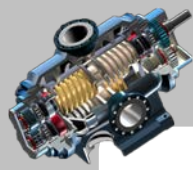
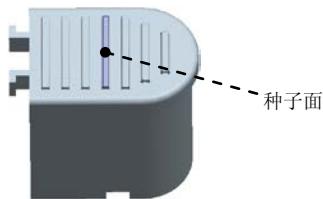

图 9.8 创建复制曲面
图 9.9 定义种子面
Step4. 通过曲面“复制”的方法，复制参考模型的上表面，如图 9.8 所示。
(1) 采用“种子面与边界面”的方法选取所需要的曲面。用户分别选取种子面和边界面后，系统则会自动选取从种子曲面开始向四周延伸直到边界曲面的所有曲面（其中包括种子曲面，但不包括边界曲面）。在屏幕右下方的“智能选取栏”中选择“几何”选项。
(2) 下面先选取图 9.9 所示的“种子面”（Seed Surface）。
(3) 然后选取“边界面”（boundary surface），操作方法如下。